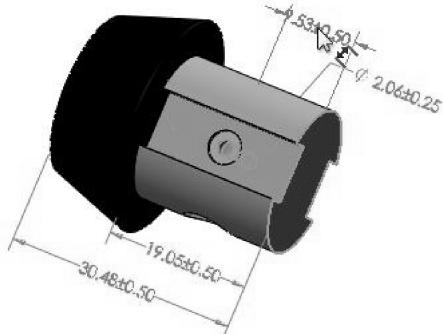

图 5-43 标注复合孔的位置尺寸
- 08 继续添加端面至复合孔的位置尺寸，如图 5-43 所示。